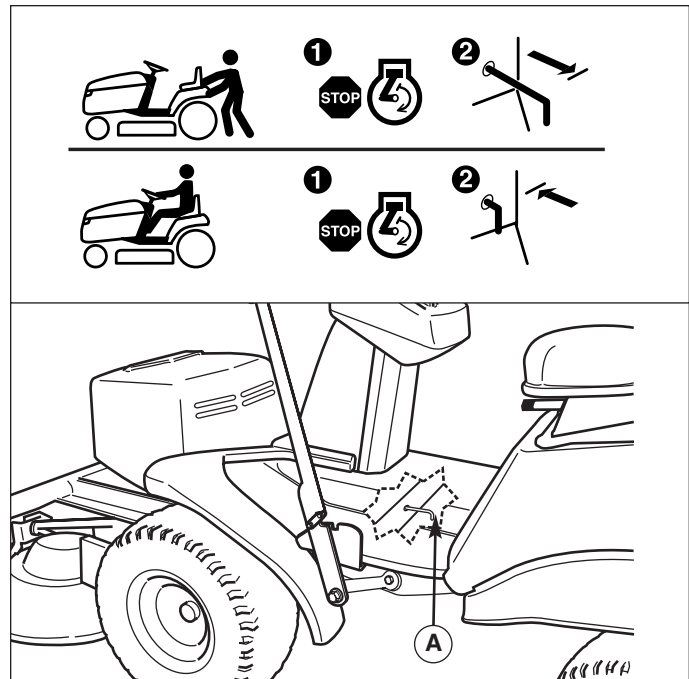

Figure 3. Levier de débrayage de la transmission
2. Tirer le levier de débrayage de la transmission en arrière d'environ 6,4 cm pour le verrouiller en position débrayée (figure 3).